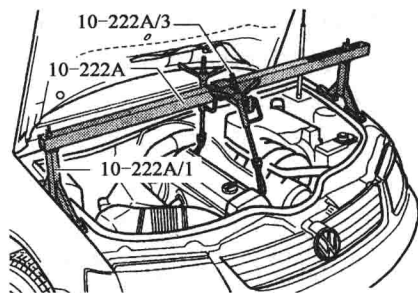
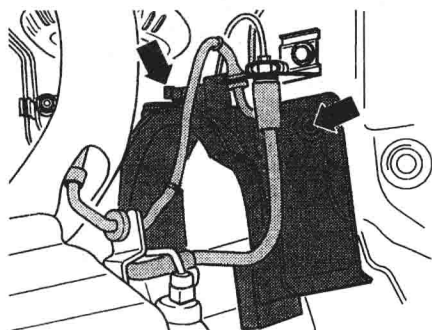
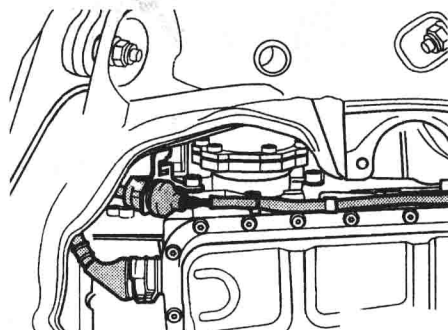

图 1-12 安装支架
图 1-13 传动轴减声器罩
图 1-14 多功能开关导线插头
- (1) 安装支架, 如图 1-12 所示:
- ① 在有防盗收音机的汽车上, 记录_____。
- ② 拆除蓄电池的_____。
- ③ 拆卸发动机_____。
- ④ 把螺杆接头 10-222A/3 安装在_____上。
⑤安装带有支架_____的支撑设备 10-222A/1。
⑥拆卸前轮。
(2) 拆卸传动轴:
①拆除_____。
②拆除_____。
③从轮罩左侧和右侧拆卸_____,如图 1-13 所示。
④从_____拆卸保护罩板/传动轴。
⑤拆卸传动轴。
(3) 拆多功能开关导线插头,如图 1-14 所示: